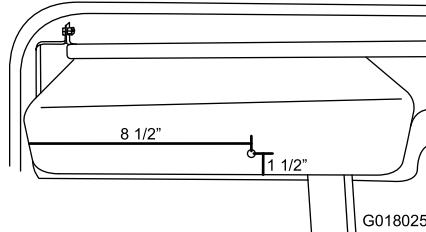

Figura 14
1. Perfore un taladro de 5/16 pulgada en la guantera, a 22 cm desde la izquierda y a 4 cm del borde inferior (Figura 14).